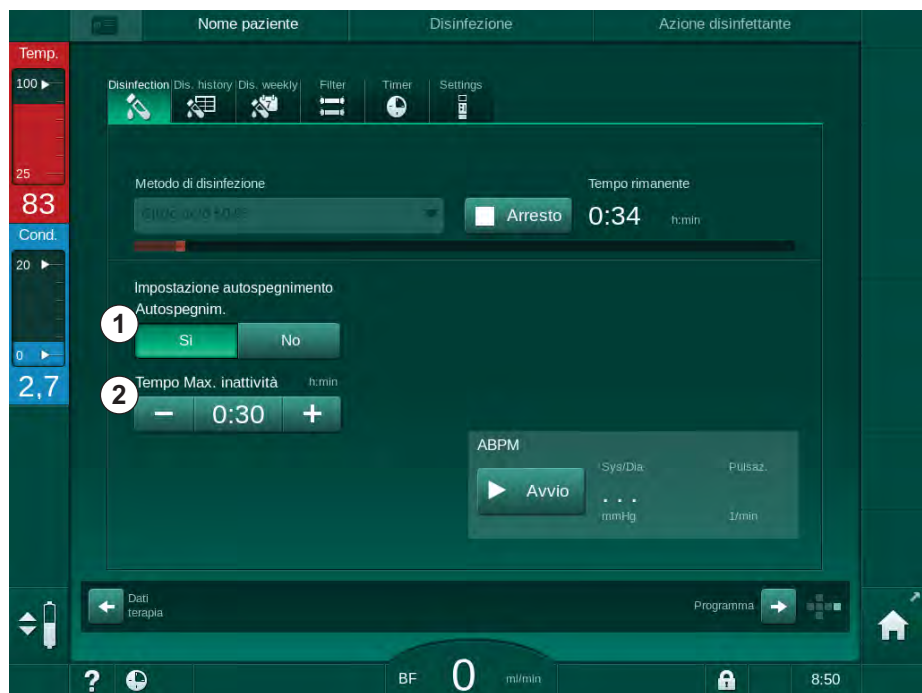

Fig. 7-15 Disinfezione in corso - *Autospegnimento* attivato
Dopo aver selezionato la videata di disinfezione, viene indicata l'impostazione per *Autospegnimento (Si o No)* nonché il tempo di inattività massimo se *Si*). L'impostazione della funzione può essere modificata in ogni momento prima o dopo l'avvio della disinfezione toccando *Autospegnim., Si o No* (Fig. 7-15 , ①).